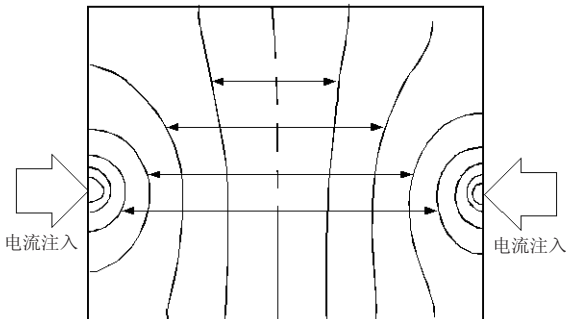

图1：在金属板的电流分布 ($W300 \times L370 \times t0.4$) 端点注入 1 A 的电流，每隔 $50 \mu\text{V}$ 绘制等电位线
其原因不在于探头与被测对象的接触电阻等，而在于被测对象的电流分布。图1所示为金属板的等电位线绘制示例。正如天气预报的气压配置图与风的关系一样，等电位线间隔较密位置的电流密度较高，较疏位置的电流密度则比较低。从该图可以看出，电流流入点附近的电位斜率增大。这是因为电流正扩散到金属板中、电流密度增大的缘故。因此，如果将电压检测端子配置在电流流入点附近，很小的接触位置差异就会导致测量值发生较大变化。为了避免这种影响，需要使用本公司 9453 4 端子测试线等，在电流流入点的内侧检测电压。总而言之，在超出被测对象宽度 (W) 或厚度 (t) 的内侧，电流分布应该是一样的。